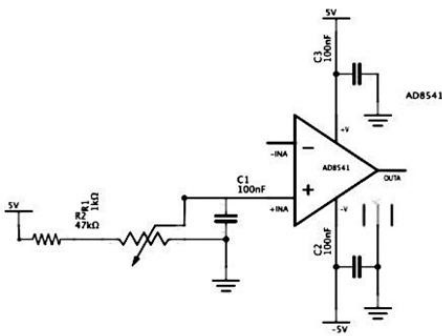

図 4.2 電圧変換器の回路
-5V の負電源が必要な理由は、光計測をする MPPC モジュールが $\pm 5V$ の電圧を供給しないと動作しないためである。次に電圧変換器の回路を図 4.2 に示す。